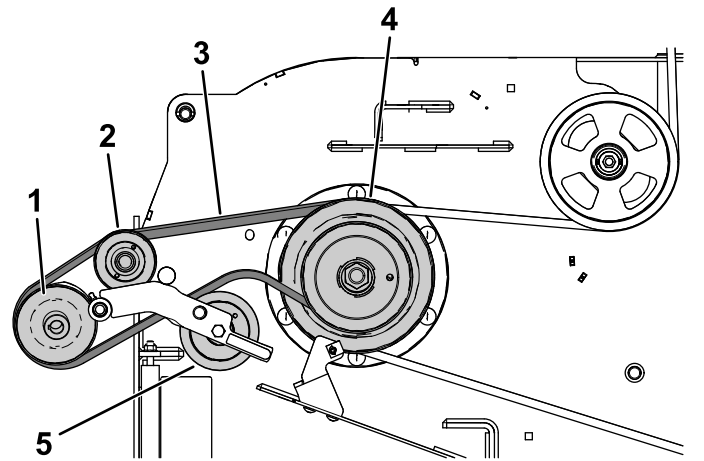

Figura 10
3. Infilate la cinghia sotto la puleggia tendicinghia (Figura 10).
4. Togliete la cinghia dalla puleggia motrice (Figura 10).
- Allineate la cinghia del soffiatore sulla puleggia del soffiatore (Figura 10).
- Fate passare temporaneamente la cinghia sotto la puleggia tendicinghia (Figura 10).
- Disponete la cinghia attorno alla puleggia motrice (Figura 10).
- Allontanate la puleggia tendicinghia/di tensione a molla dal supporto a molla fisso e spostate la cinghia attorno alla puleggia tendicinghia (Figura 10).